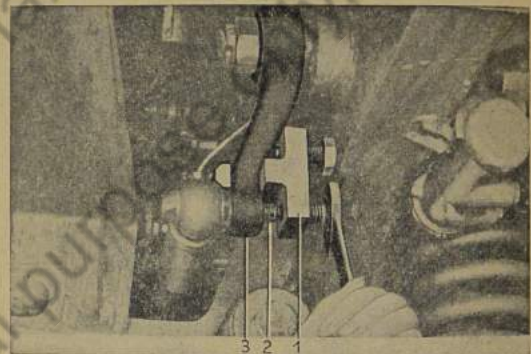

Bild 587: Kugelzapfen aus Lenkstockhebel herausdrücken
4. Mit Abdrücker Nr. 1505 Kugelzapfen aus Lenkstockhebel herausdrücken (Bild 587).